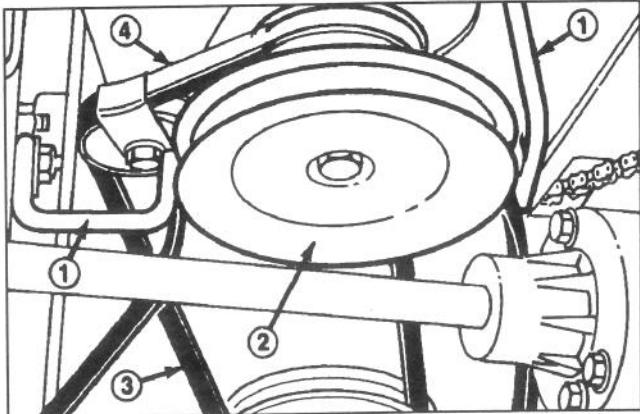

Figure 23
2. Régler la commande de hauteur de coupe au plus bas et desserrer les guides de courroie près de la poulie moteur. Déposer la courroie de la poulie moteur (Fig. 23).
3. Desserrer et déposer (1) la vis de montage qui retient chaque guide de courroie à l'unité de coupe. Ecartez les guides pour les éloigner de la poulie de pivot et déposer la courroie. Vérifier à l'oeil nu que la courroie n'est ni usée, ni endommagée (Fig. 23).
4. Remplacer les guides de la courroie pour la poulie de transmission et resserrer les guides sur la poulie moteur. Poser la pièce de retenue sur la poulie de tension qui est dirigée vers l'arrière comme illustré à la Figure 23.